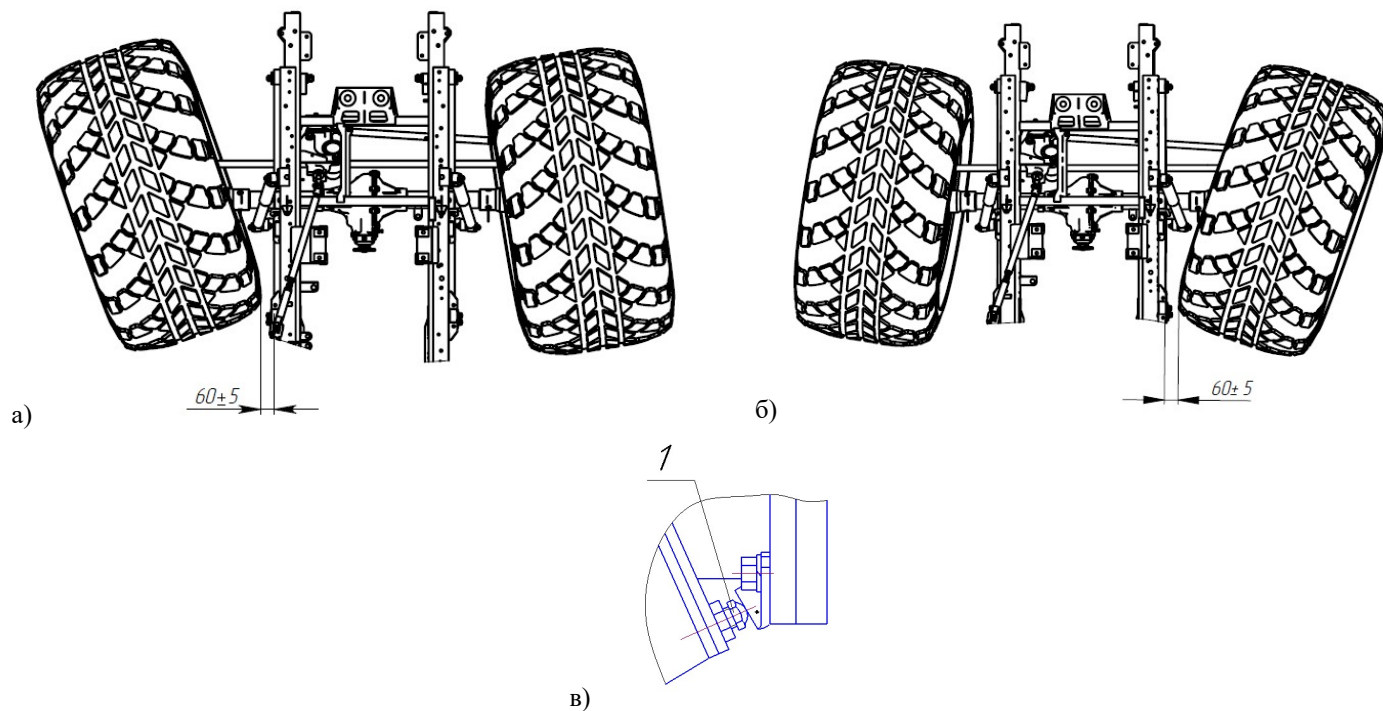

Рис. 6.25. Регулировка углов поворота колес.
Произвести регулировку углов поворота колес переднего моста влево (см. Рис. 6.25 а) и вправо (см. Рис. 6.25 б). Для этого регулировочные болты упоров-ограничителей (Рис. 6.25 в) поворота колес выставить таким образом, чтобы колеса по боковой поверхности шин сзади, при поворотах до упора в регулировочные болты, не доходили до боковых поверхностей рессор на $60 \pm 5 \text{ мм}$ (Редуктор КР, диск №3, шина 1280 – расстояние от боковой поверхности шин сзади до боковых поверхностей рессор – 115 мм).
а) Ослабить «Пробки упоров 1600-3430011», придерживая «Втулку упора 1600-3430012». Вывернуть против часовой стрелки упоры 39294-3430014-10 (рисунок 6.25) ограничительных винтов 1 и 2.
13. При увеличенном зазоре от упорного болта 1 (рисунок 6.25) до балки (более 0,5...1 мм) (колеса ВТС стоят на
б) Поворачиваем руль до упора вправо. Вращаем упор ограничительного винта 1 против часовой стрелки, контролируя при этом расстояние между упорным болтом и упором (рисунок 6.25). Расстояние должно быть не более 0,5...1 мм.
в) Поворачиваем руль до упора влево. Вращаем упор ограничительного винта 2 против часовой стрелки, контролируя при этом расстояние между упорным болтом и упором (рисунок 6.25). Расстояние должно быть не более 0,5...1 мм..